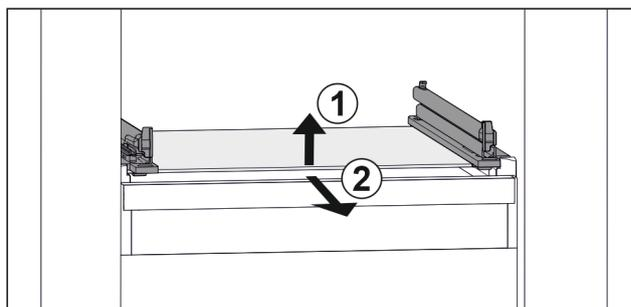

Fig. 139 Przykładowa prezentacja płyty szklanej
- ▶ Unieść płytę szklaną z przodu. Fig. 139 (1)
- ▶ Wyjąć płytę szklaną do przodu. Fig. 139 (2)